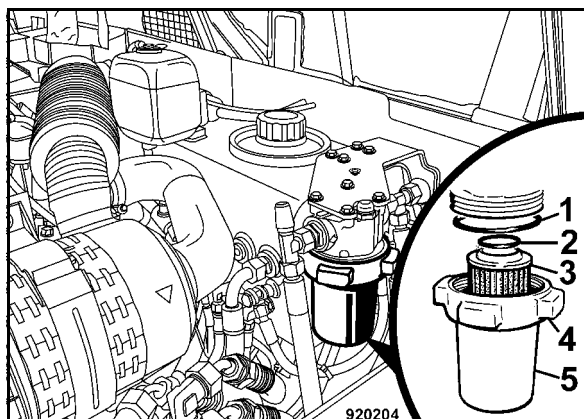

Fig. 132
- Svitare il dado a ghiera 4 (Fig. 132) e togliere il bicchiere del filtro (5) insieme alla cartuccia (3).
- Estrarre la vecchia cartuccia del filtro (3), pulire il bicchiere del filtro.
- Montare il bicchiere del filtro con una nuova cartuccia verificando la condizione delle guarnizioni ad anello (1) e (2), se necessario, sostituirle.